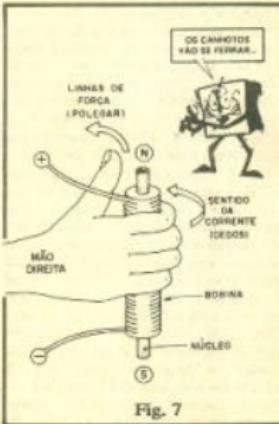

Fig. 7
- FIG. 7 - A "REGRA DA MÃO DIREITA" - Se segurarmos uma bobina com a nossa mão direita (os canhotos podem fazer um esforço, mas também dão...), de modo que os dedos apontem para o sentido CONVENIONAL da corrente (do positivo para o negativo, como já vimos em "Aulas" anteriores...), ao levantarmos o polegar, este indicará o polo magnético NORTE da dita bobina, ou seja: o ferro que está "lá dentro", imantado pela corrente, tem seu polo NORTE na posição indicada pelo polegar do "segurador". Observar que, para o "truque" dar certo, os dedos devem agarrar a bobina "fazendo a mesma curva" que o fio condutor faz, em torno do núcleo...